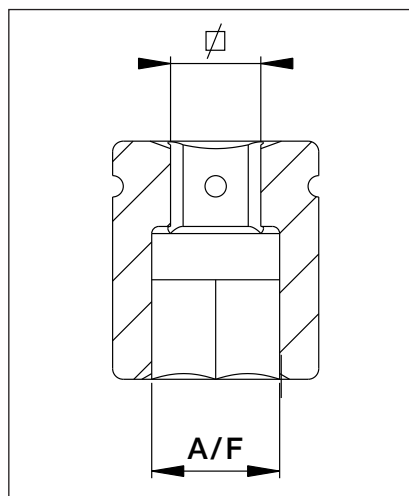

Fig. 33
6.7 Dimensões, soquetes hexagonais, série BSH (fig. 33)
6.7 Dimensões, soquetes hexagonais, série BSH (fig. 33 - continuação)